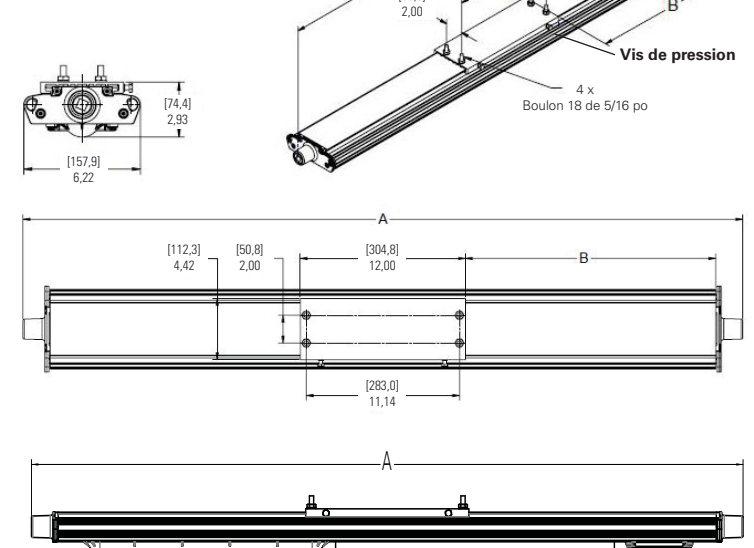

Figure 3. Montage arrière du DP1057MTK
2. Pour le montage arrière, utiliser le support comme modèle pour marquer des trous et les percer dans la surface de montage, puis utiliser les boulons de 5/16 po inclus (voir la figure 3).
3. Le luminaire peut maintenant être installé. Il est fortement recommandé que deux (2) professionnels qualifiés réalisent le montage final du luminaire, afin d'éviter des blessures corporelles ou des dommages au luminaire.
5. Serrer à fond les deux (2) vis de pression de 1/4 po sur le support coulissant. Serrer à un couple de 8,8 N.m (78 lb-po).